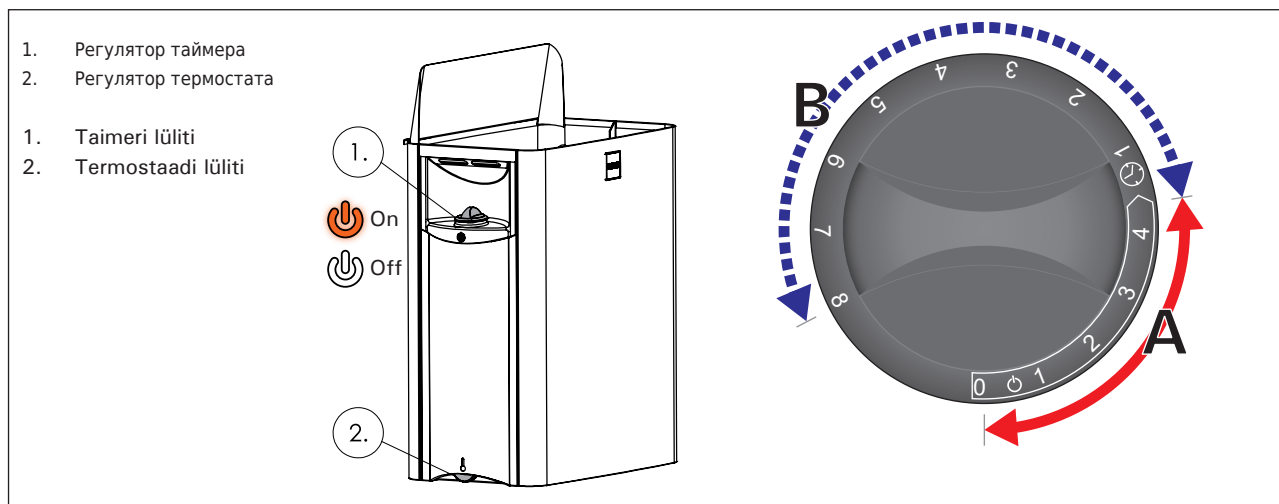

Рисунок 2. Регуляторы (SW45, SW60, SW80, SW90)
- SW45, SW60, SW80, SW90: Каменка оснащена таймером включения и термостатом (рисунок 2). Таймер позволяет выбрать необходимый отрезок времени, в течение которого каменка будет находиться во включенном состоянии, а с помощью термостата регулируется температура.